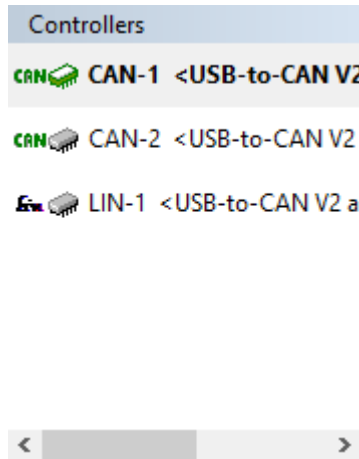

Figure 2.2: IXXAT canAnalyser3 Mini Liste der vorhandenen Buscontroller (links oben)
**Doppelklicken** Sie einen Eintrag von der Liste der vorhandenen Buscontroller (Abb. 2.2), um ihn zu aktivieren.